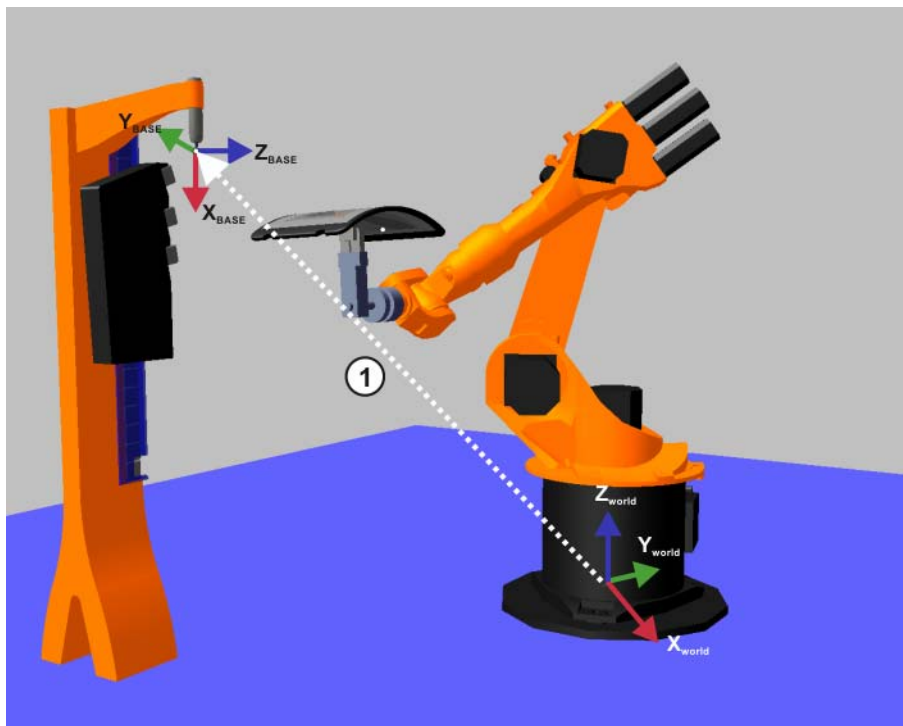

图 3-37: 固定工具的测量
如 (1) (>>> 图 3-37) 所示，以 \$WORLD ( 或者 \$ROBROOT ) 为基准管理外部 TCP，即等同于基坐标系。